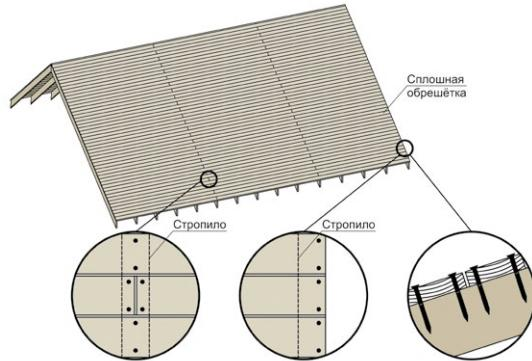

Рис. 7. Укладка сплошного основания из шпунтованной или обрезной доски.
3.2.3 **Внимание!** Фрагменты годовых колец должны быть ориентированы выпуклостью вниз (рис. 7).
3.2.6 Крепёж досок – тип 2 (таблица №1). Доска должна фиксироваться в каждое стропило в 2 местах фиксации (рис. 7).
3.2.7 Вертикальный стык досок должен обязательно приходиться на стропило и иметь разбежку через каждый ряд (рис. 7).